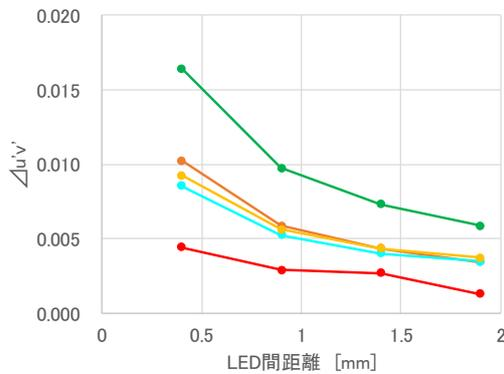

図 14. 第一色:青色
- ・点灯させる LED が青色の場合(図 14 参照)、隣接する LED によって色ずれが発生します。また実装距離が短くなるほど多くの光が隣接する LED に当たるため色ずれは大きくなります。
- ・点灯させる LED が青色の場合(図 14 参照)、緑色の LED が隣接すると特に色ずれが大きくなります。緑色の波長は視感度特性に近く光束が高いため色ずれを引き起こしやすいと考えられます。逆に光束が低い赤色は色ずれへの影響が小さくなります。